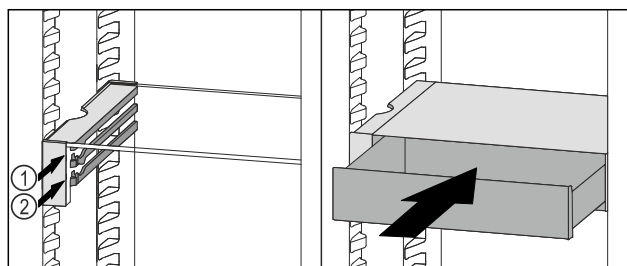

Fig. 86
- ▶ Założyć szufladę VarioSafe za stoperami na wybranych żebrach Fig. 86 (1) lub Fig. 86 (2).